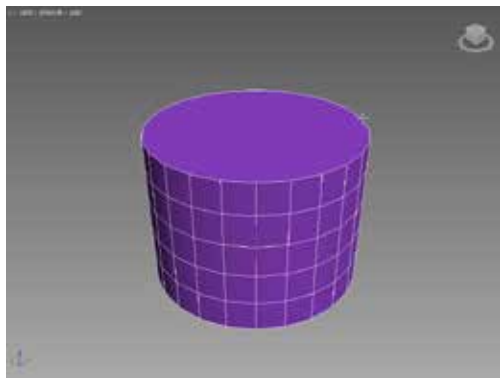

图 2-52 设置圆锥体高度
STEP 02 向上拖动鼠标形成一个圆柱，单击设置圆锥体高度，如图 2-52 所示。